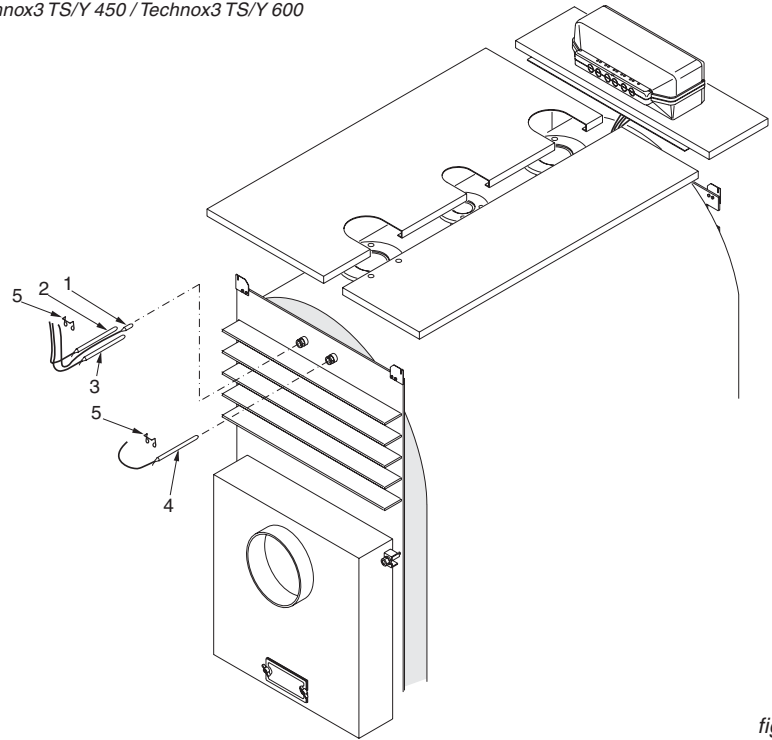

fig. 22
- M) Inserire le sonde degli strumenti nei pozzetti sul lato posteriore della caldaia (sopra la camera fumo)(Rif. fig. 22); le sonde del termometro (pos.1), del termostato manuale (pos. 2) e del termostato a cacciavite (pos. 3) dovranno essere inserite nel pozzetto più grande (\varnothing foro = 15); la sonda del termostato di sicurezza (pos. 4), dovrà essere inserita nel pozzetto più piccolo (\varnothing foro = 7).